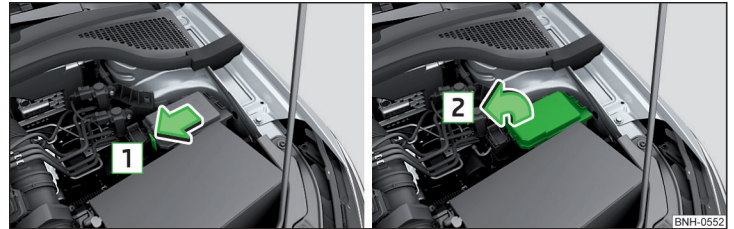
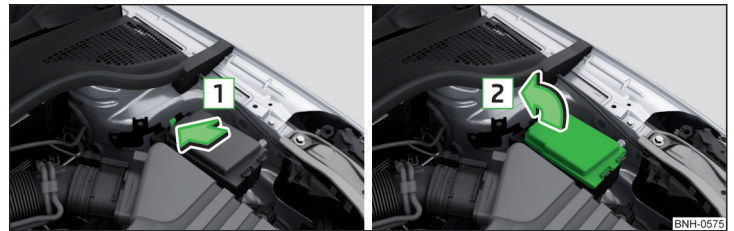

Abb. 259 Abdeckung des Sicherungskastens - Variante 1
Abb. 260 Abdeckung des Sicherungskastens - Variante 2
- Die Verriegelungstaste der Abdeckung in Pfeilrichtung **1** » Abb. 259 bzw. » Abb. 260 drücken und die Abdeckung in Pfeilrichtung **2** abnehmen.